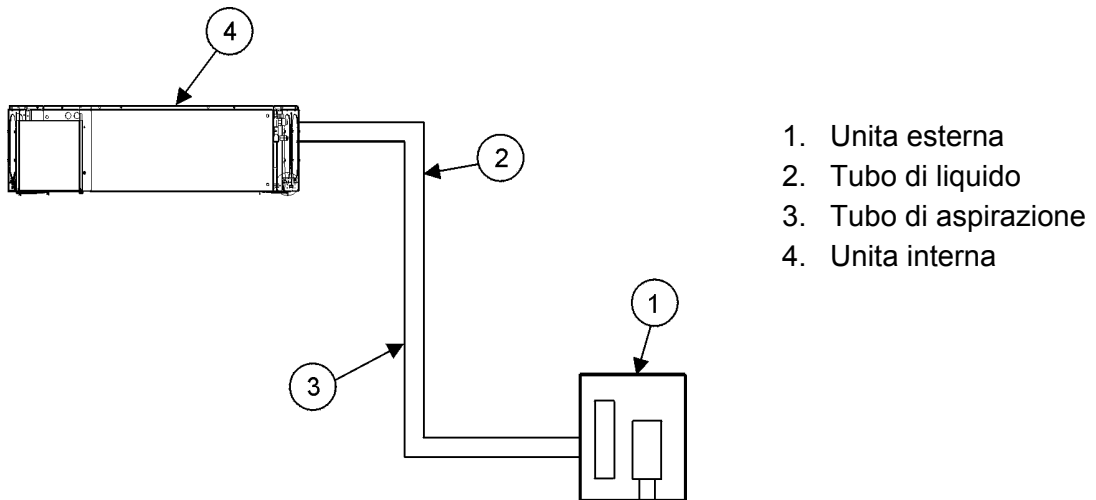

Fig. 21. Unità esterna collocata più in basso dell'unità interna
- L'unita esterna e` collocata piu` in basso dell'unita interna come per tabella No. 1 (vedi Fig. 21). Non c'e` bisogno di trappole d'olio in questo tipo di installazione. Occorre riferirsi alle istruzioni specificate nel paragrafo precedente.